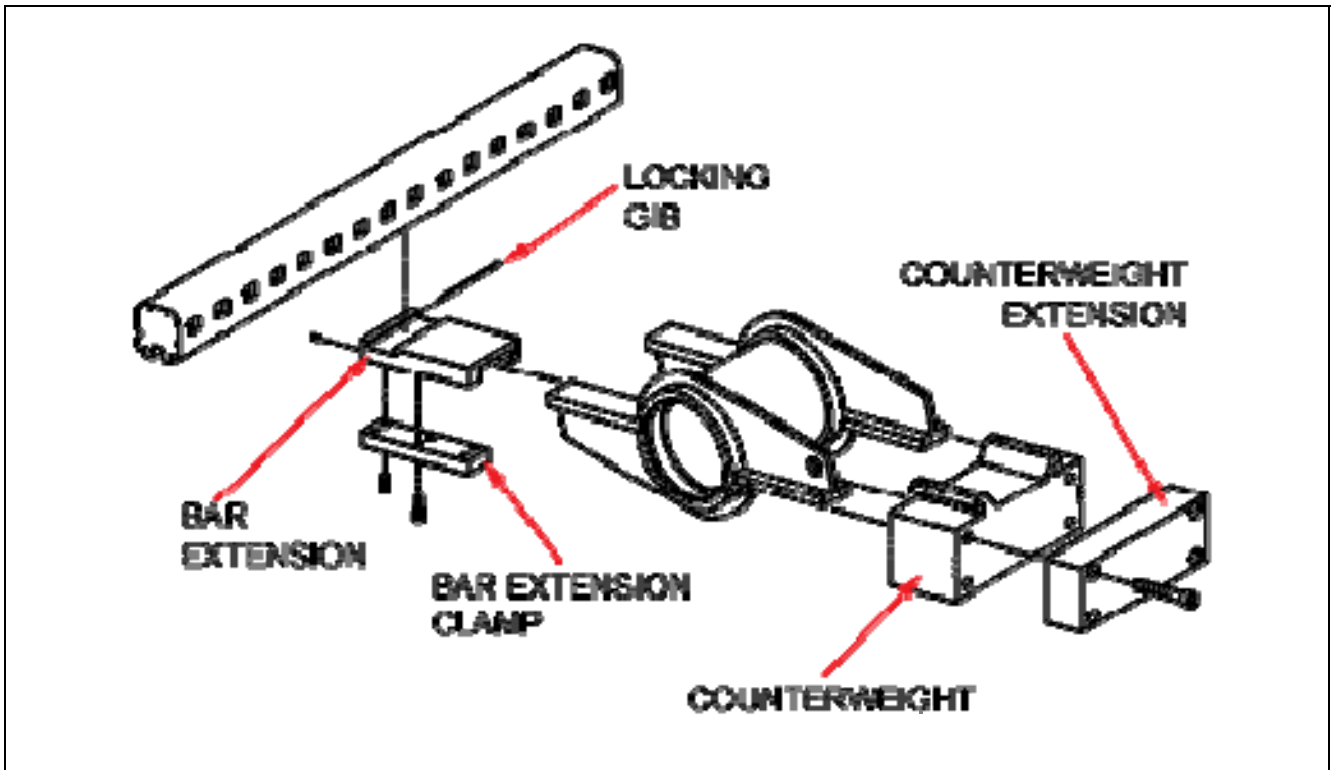

Рисунок 18. Удлинитель для увеличения радиуса обработки в сборе
При сборе удлинительного комплекта увеличения радиуса обработки см. Рисунок 17 и Рисунок 18 на стр. 24.
3. Наденьте токарный пруток на удлинитель прутка, а затем наденьте два стопорных зажима между токарным прутком и удлинителем прутка, как показано на Рисунок 18.